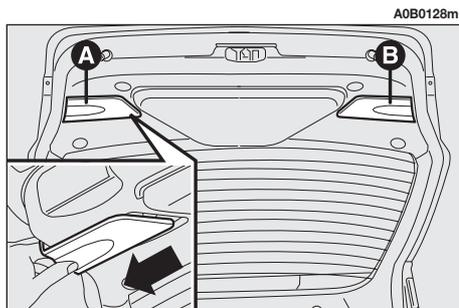

fig. 48
- Rimuovere il coperchio (**A** o **B-fig. 48**) in corrispondenza della luce interessata, sfilandolo lateralmente.
— Rimontare il coperchio (**A** o **B-fig. 48**) infilandolo dall'esterno fino ad incastrarlo.